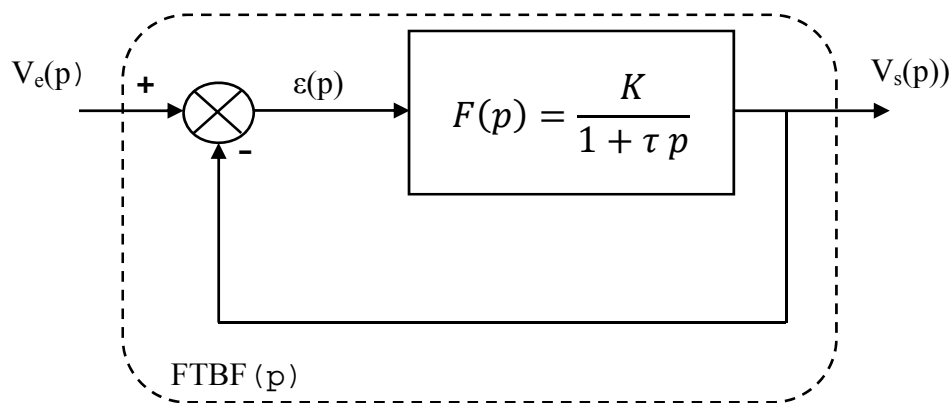

Fig.2 : Système en boucle fermée
- Considérons désormais le système bouclé de la Fig. 2 :